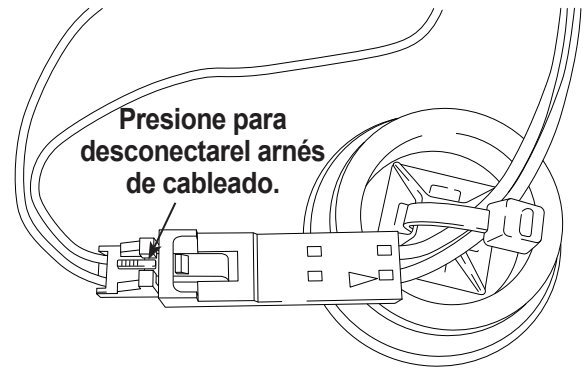

Figura 23
6. Desconecte el arnés de cableado en el conector presionando la lengüeta del centro. Separe los conectores. Véase la Figura 23.